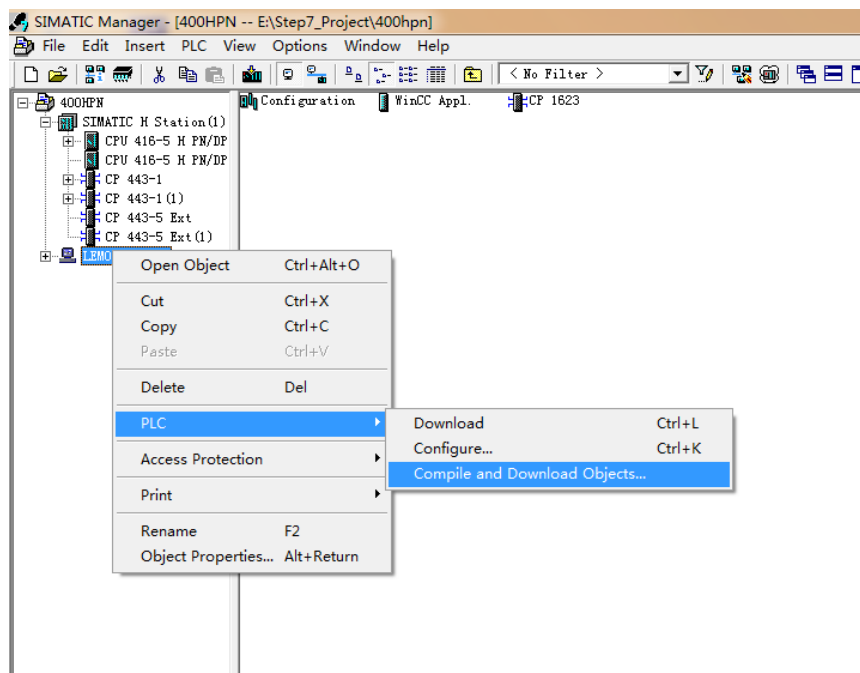

图 18
(K) 在 WinCC ES 站的右键菜单中，选择 PLC-Compile and Download Objects...，如图 18 所示。